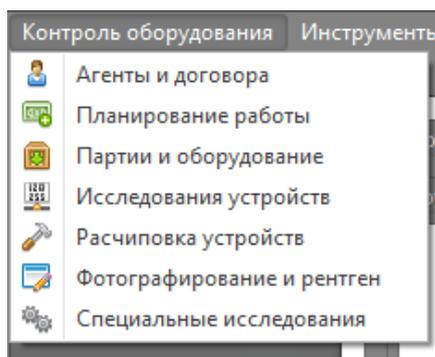

Рисунок 4
- **Контекстные меню (рис.4)** состоят из пунктов меню